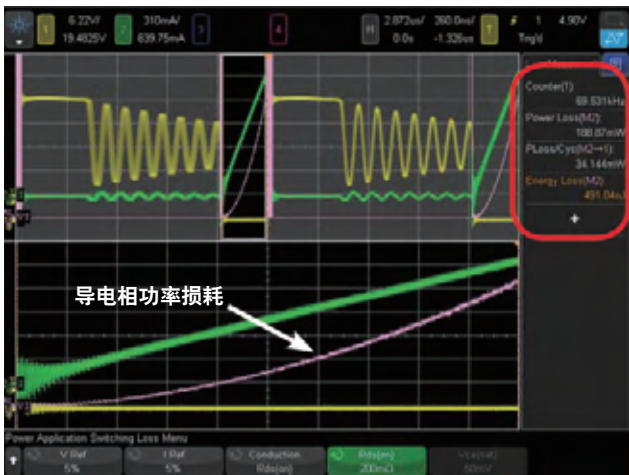

图20: 查看导电相的功率波形。
3. 重新调整波形运算垂直位置旋钮，再次将功率波形(紫色迹线)调整至屏幕中央，确保波形上部和底部均可完整显示，如图20所示。注意，您需要反复调整波形运算垂直位置旋钮和标度旋钮，以获得最佳的标度，并确保缩放/下部显示区域能够完整显示功率波形。